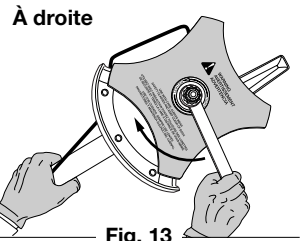

Fig. 13
2. Maintenez la tige de blocage en place en la saisissant près du bras de l'appareil (Fig. 13).
3. Tenez la tige de blocage et desserrez l'écrou de la lame en le tournant à droite avec une clé fermée ou à douille de 13 mm (Fig. 13).